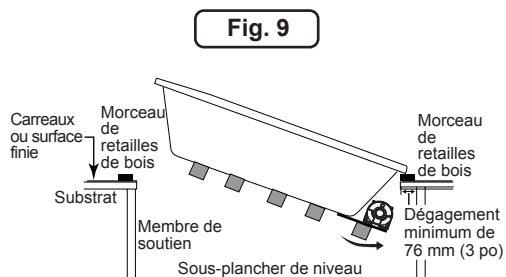

Fig. 9
- Installez l'unité. Pour les unités dotées d'un bloc pompe/moteur et/ou d'un ventilateur, insérez d'abord l'extrémité du bloc pompe/moteur, en abaissant la baignoire dans l'ouverture (Figure 9).